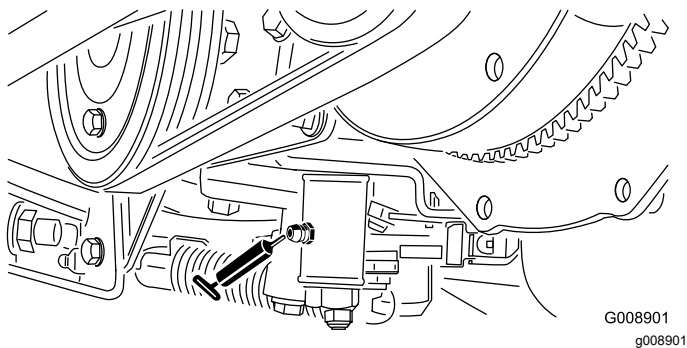

Figura 60
- Mecanismo de ajuste de punto muerto (Figura 60)